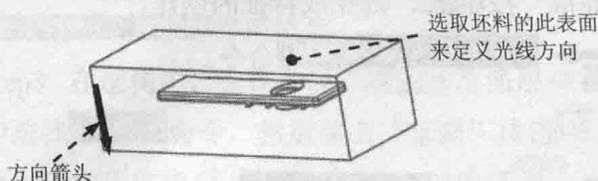

图 1.5 定义投影的方向
(1) 在“阴影曲面”对话框中双击 **Direction (方向)** 元素, 系统弹出“选取方向”菜单。
(2) 在 **GEN SEL DIR (一般选取方向)** 菜单中选择 **Plane (平面)** 命令。
(3) 在系统  **选取将垂直于此方向的平面。** 的提示下, 选取图 1.5 所示的坯料表面; 将投影的
方向切换至图 1.5 中箭头所示的方向, 然后选择 **Okay (确定)** 命令。